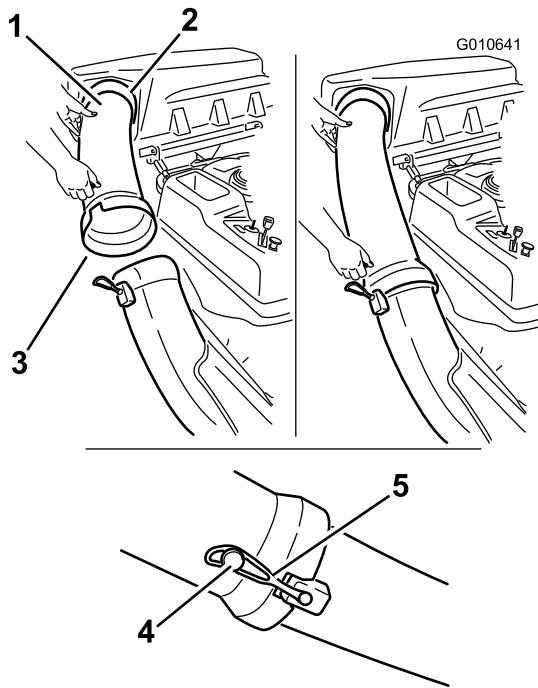

Figure 23
- Glissez l'extrémité courbe du tube d'éjection dans l'ouverture du couvercle du système de ramassage (Figure 23).
- Glissez l'extrémité évasée du tube d'éjection sur l'extrémité de la goulotte. Accrochez la sangle en caoutchouc de la goulotte à l'ergot situé sur le tube d'éjection pour la fixer en position (Figure 23).